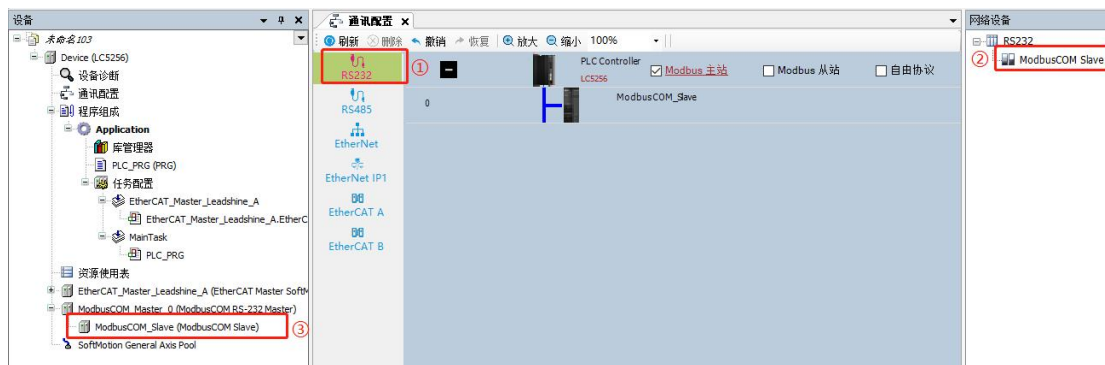

图 12.38 添加 RS232 从站设备
使能 PLC 作为 Modbus RTU 主站后,如图 12.38 所示,从右侧“网络设备”COM R232 中拖入或双击“ModbusCOM Slave”从站设备,拖到蓝色的总线“Modbus_Master_COM0”下面,从站设备添加后,左侧树中,出现了对应的通信配置,如图 12.38 中③处所示“Modbus_slave_rs232”。如果有多个从站,可重复以上步骤添加多个从站设备。